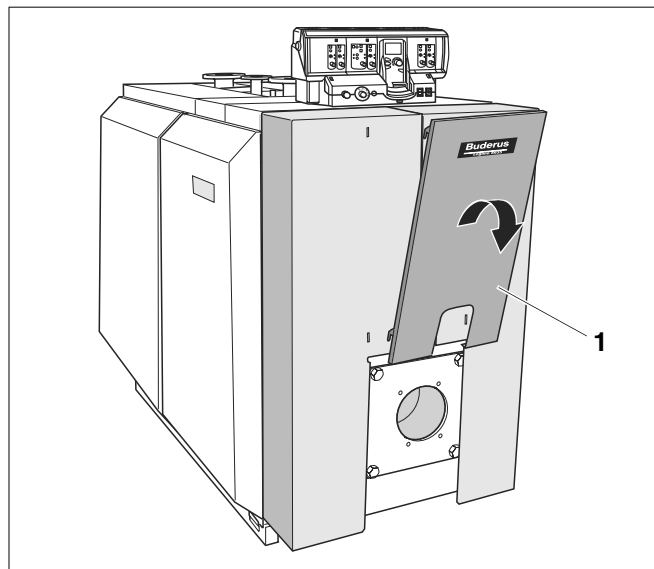

Fig. 43 Demontarea elementului de design
- Demontați elementul de design (fig. 43, **poz. 1**) în direcția săgeții de pe izolația ușii arzătorului din dreapta și stânga.